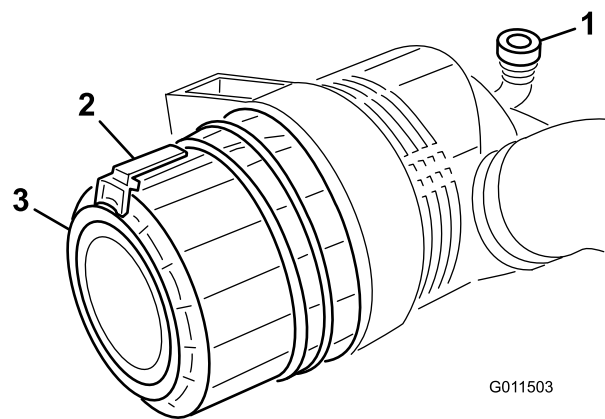

Figura 87
2. Puxe o trinco para fora e rode a cobertura do filtro de ar no sentido contrário ao dos ponteiros do relógio (Figura 87).